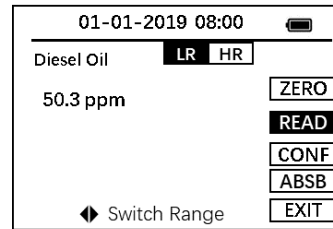

Figura 7.
10. La concentración de aceite en agua en la extracción con hexano se mostrará como se ve en la Figura 7.